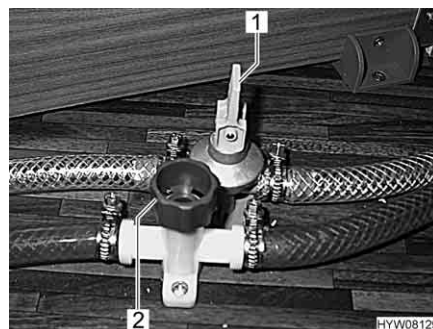

Fig. 142 Rubinetti di scarico
- Chiudere tutti i rubinetti di scarico per il boiler. Posizionare la leva a bilanciere (Fig. 142,1) orizzontalmente o ruotare il tappo (Fig. 142,2) in senso orario.
- Aprire tutti i rubinetti di scarico per il boiler. Posizionare la leva a bilanciere (Fig. 142,1) verticalmente o ruotare il tappo (Fig. 142,2) in senso antiorario.